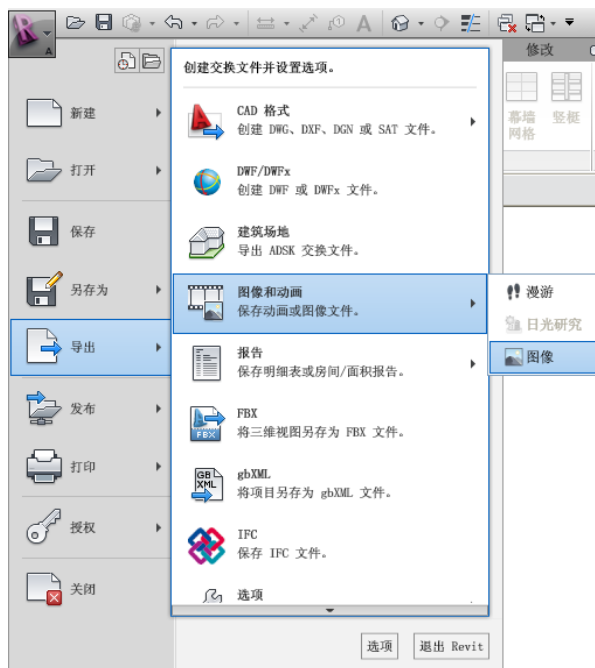
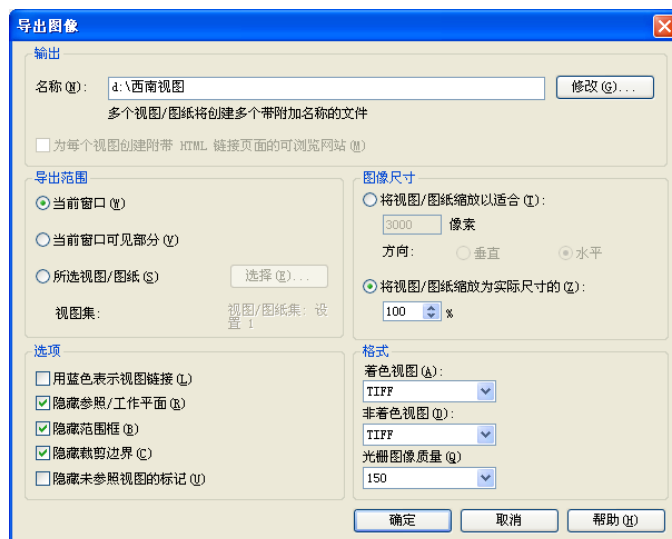

图 5-84
图 5-85
- 22) 在项目浏览器中单击“渲染”栏打开“西南透视”图，点击屏幕左上角的“应用程序菜单”>“导出”>“图像和动画”>“图像”（如图 5-84 所示），在弹出菜单中按图示内容进行设置（如图 5-85 所示）。